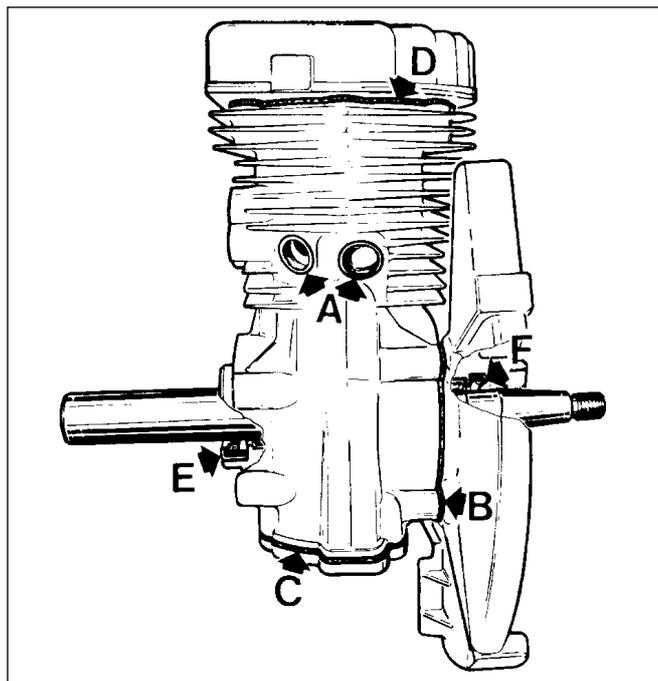

Abb. 4
Abb. 4 zeigt alle Punkte, an denen Dichtungen bzw. Öldichtringe eingebaut sind, die stets überprüft werden müssen, um sicherzustellen, daß der Motor einwandfrei funktioniert. Bei Zweitaktern sind sämtliche Dichtungen für eine einwandfreie Motorfunktion von besonderer Wichtigkeit.
**ANMERKUNG** - Bei Kompaktblockmotoren muß unbedingt sichergestellt werden, daß die 4 Überströmkanal-Verschlußstopfen absolut dicht schließen (Abb. 4 A). Versiegeln Sie die Stopfen nach dem Austauschen mit Loctite oder einem gleichwertigen Produkt.
Die in Punkt **B**, **C** und **D** (Abb. 4) montierten Dichtungen sind ohne Haftmittel einzubauen.
Unterziehen Sie beide Kurbelwellendichtungen (Abb. 4, **E** und **F**) einer Sichtprüfung und tauschen Sie sie aus, wenn außen an der Dichtung austretendes Öl zu erkennen ist. Die Kurbelwellendichtungen können mit Hilfe eines Spezialwerkzeugs (Werkzeug-Nr. 670286) zusammen mit der Kurbelwelle ausgebaut werden.